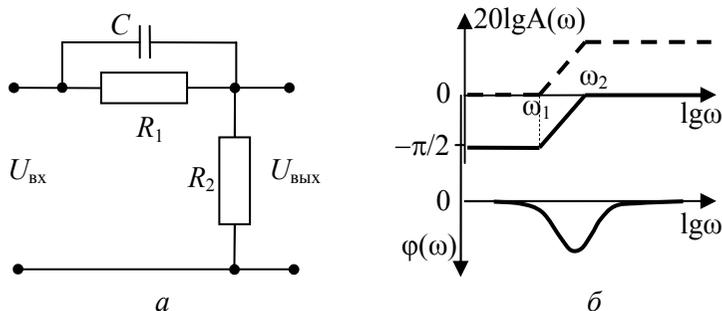

Рис. 6.5.2. Пассивное дифференцирующее звено
Во втором методе применяется пассивное дифференцирующее звено, реализация которого на  $RC$ -элементах приведена на рис. 6.5.2, а.
На рис. 6.5.2, б показаны ЛФХ и асимптотическая ЛАХ (сплошной линией). Видно, что дифференцирующее звено вносит положительный фазовый сдвиг и ослабляет низкие частоты. Поскольку уменьшение коэффициента передачи на низких частотах недопустимо по соображениям точности, применять  $RC$ -цепочку (рис. 6.5.2, а) можно только в совокупности с последовательно включенным безынерционным усилителем, компенсирующим упомянутое ослабление коэффициента передачи (штриховая линия на рис. 6.5.2, б). Демпфирование системы
этим методом основано на введении положительного фазового сдвига вблизи частоты среза исходной нескорректированной системы. Так как максимальный положительный фазовый сдвиг происходит на частоте, равной среднеарифметическому сопрягающих частот  $\omega_1$  и  $\omega_2$  (рис. 6.5.2, б), то именно эта частота должна равняться частоте среза исходной системы. Меняя сопрягающие частоты  $\omega_1$  и  $\omega_2$ , можно добиться заданных запасов устойчивости по амплитуде и по фазе.
7. Рассчитать передаточную функцию пассивного дифференцирующего звена (рис. 6.5.2, *a*) и получить выражения для сопрягающих частот  $\omega_1$  и  $\omega_2$  через параметры элементов *RC*-цепочки.
8. Рассчитать необходимые значения сопрягающих частот  $\omega_1$  и  $\omega_2$  (рис. 6.5.2, *b*), исходя из частоты среза, полученной по результатам п.1.